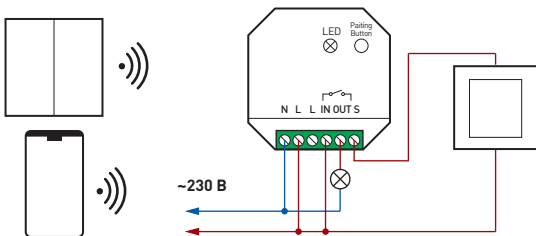

Рис. 1. Пример схемы подключения релейного модуля TY-701-72-DRI-DRO-PS-IN к светодиодным источникам и проводному выключателю
- 3.3. Подключите устройство согласно схеме на рис. 1.